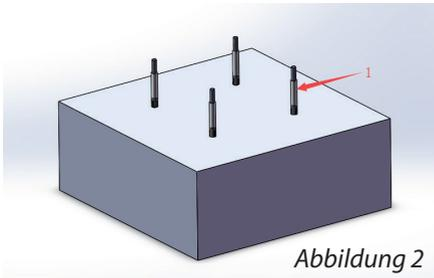
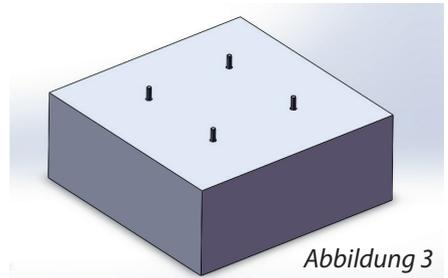

Abbildung 2
Abbildung 3
2. Stecken Sie im Anschluss die 4 Betonanker (passend für M10 Schrauben) in die Bohrlöcher. Die Gewinde sollten ca. 2 cm heraus schauen (siehe Abb. 2 und Abb. 3).